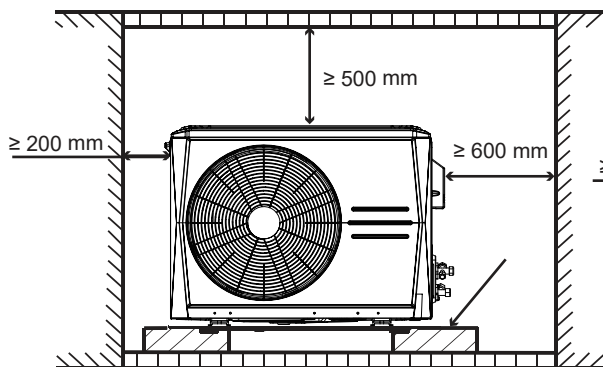

Fig 3-1
3.2.1 Spazio di installazione e manutenzione dell'unità esterna, cfr. Fig 3-1 e Fig 3-2. (Unità: mm)